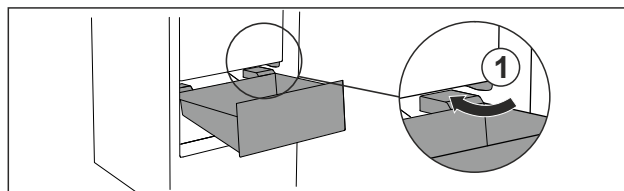

Fig. 76
- Lade schuin rond de stoppers Fig. 76 (1) leiden.